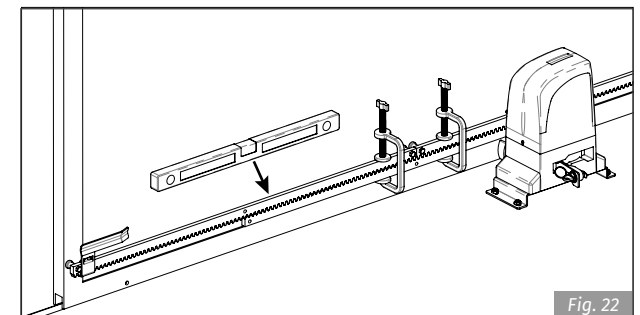

Fig. 22
- 6 • Joindre autre élément de crémaillère à l'antérieur, en utilisant un morceau supplémentaire de crémaillère pour synchroniser les dents des deux éléments (Fig.22).